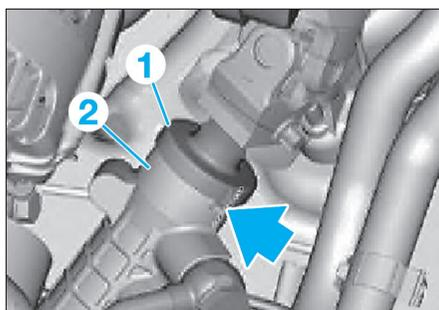

Fig. 1
- Placer la direction en position de ligne droite d'après les repères sur le flasque (1) et le boîtier de crémaillère (2) (Fig.1).